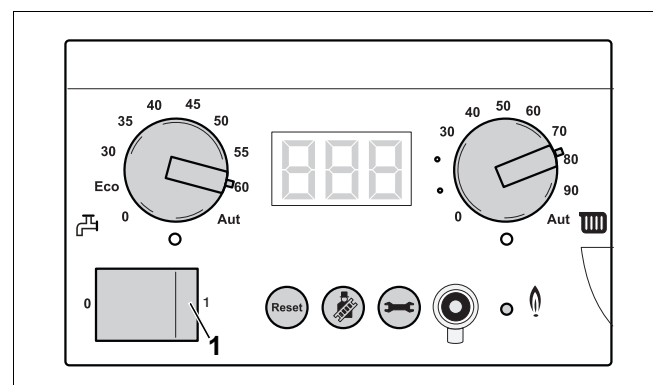

Fig. 96 Controler de bază BC10
- Opriți instalația de încălzire cu comutatorul de funcționare al lui BC10 (fig. 96, poz. 1). Prin aceasta arzătorul este deconectat în mod automat.
- Opriți instalația de încălzire cu comutatorul de funcționare al controlerului de bază BC10 (fig. 96).